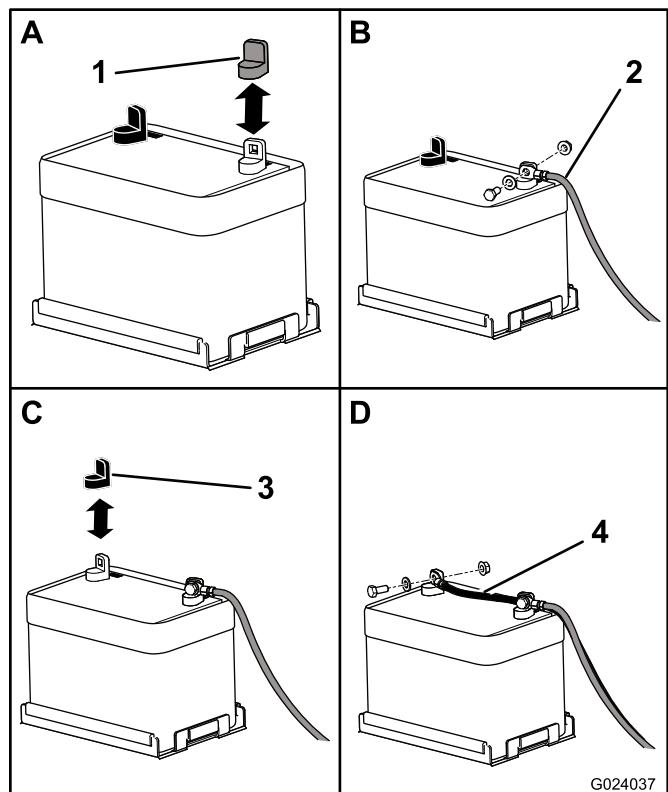

Рисунок 4
- Снимите красную пластмассовую крышку с положительной клеммы аккумулятора (Рисунок 4).